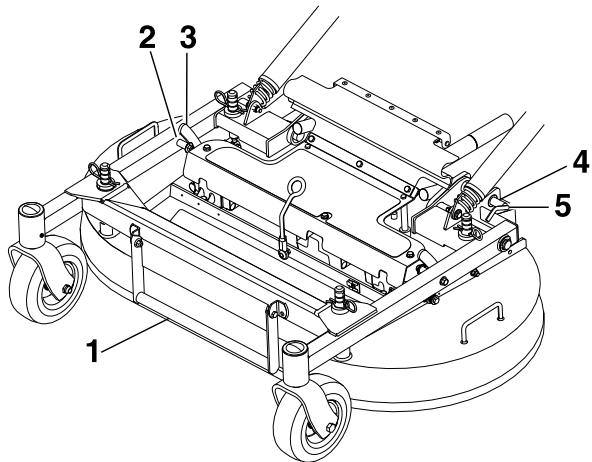

Figura 8
3. Liberte os pinos de bloqueio da plataforma do cortador em cada lado (Figura 8).
2. Empurre os pinos de bloqueio da plataforma para dentro e rode-os para a frente para bloquear seguramente a plataforma do cortador na posição descida (Figura 8).